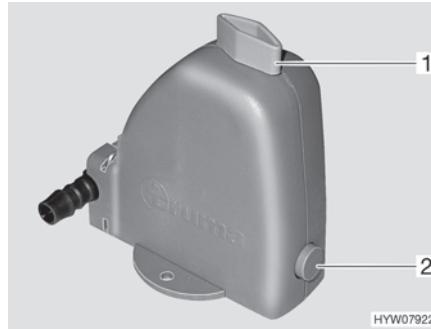

Bild 60 Säkerhets-/avtappningsventil
Värmesystemet är utrustat med en säkerhets-/avtappningsventil (Bild 60). Säkerhets-/avtappningsventilen gör så att vattnet i varmvattenberedningen inte fryser till is när det är frost och värmesystemet inte är påslagen.
- Stäng säkerhets-/avtappningsventilen. Ställ vredet (Bild 60,1) diagonalt mot säkerhets-/avtappningsventilen och tryck in tryckknappen (Bild 60,2).
- Öppna säkerhets-/avtappningsventil. Vrid då vredet (Bild 60,1) mot säkerhets-/avtappningsventilen. Tryckknappen (Bild 60,2) skjuts ut. Nu töms varmvattentanken via säkerhets-/avtappningsventilen utomhus.